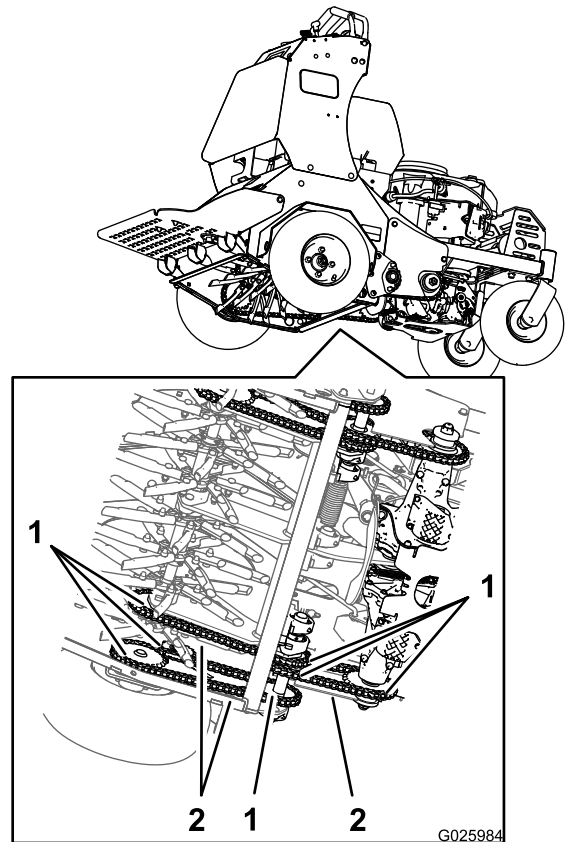

Figure 15
2. Vérifiez l'usure des pignons et remplacez-les au besoin (Figure 15).
2. Contrôlez la tension des chaînes (Figure 15) de chaque côté de la machine.
5. Mettez le moteur en marche, avancez lentement les leviers de commande de déplacement et graissez les 6 chaînes (Figure 15).